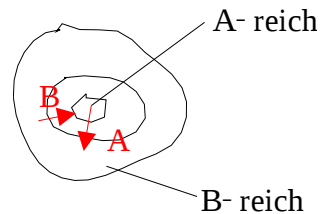

Abbildung 5.2: Diffusion
- Ausgleich von Konzentrationen im Zonen-Mischkristall (Abb. 5.2)